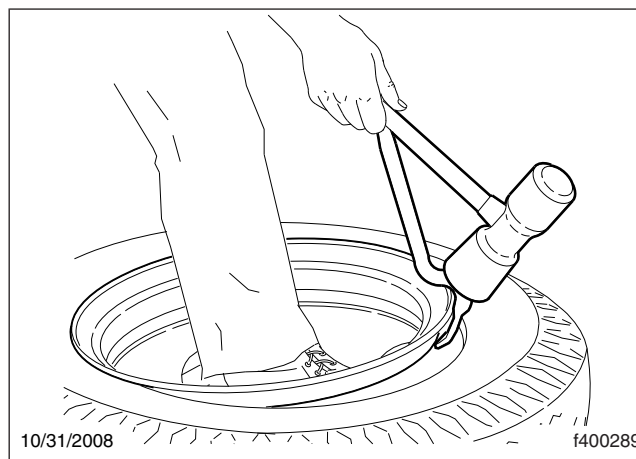

Fig. 3, Desserrage des talons
- 2.3 Tout en tenant le démonte-pneu en position verticale, martelez le cou pour libérer le talon du pneu de la roue. Reportez-vous à la Figure 3.